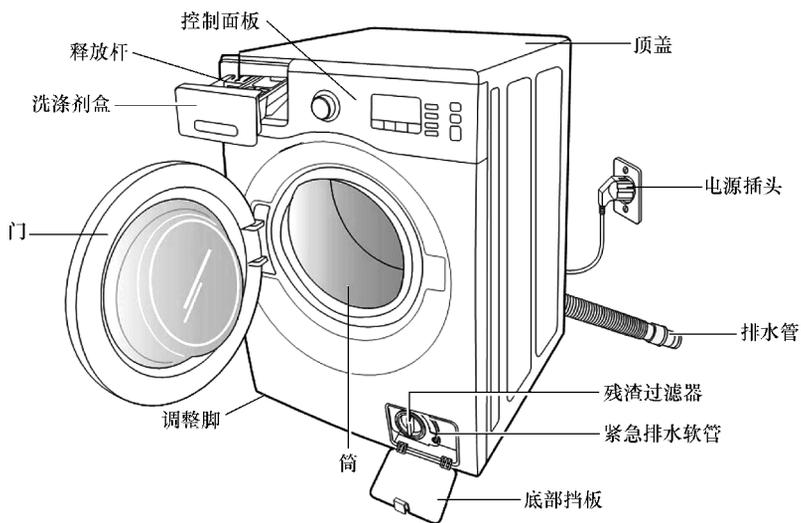

图 6-69 三星 WF1802XEY 型前置式滚筒洗衣机外形结构
**【附注】**三星 WF1802XEY 型前置式滚筒洗衣机外形结构如图 6-69 所示。